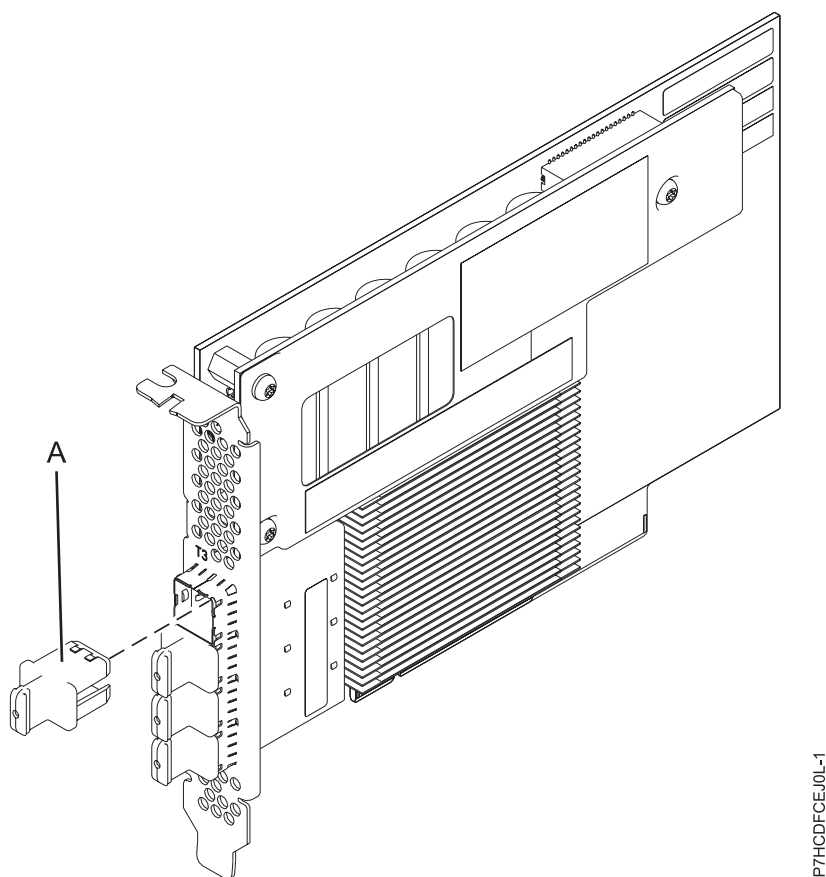

Figura 13. Adaptador PCIe3 12 GB Caché RAID SAS 6 Gb
la Figura 13 muestra el adaptador PCIe3 12 GB Caché RAID SAS cuatripuerto 6 Gb. El conector (A) está instalado en un puerto vacío y evita daños en dicho puerto cuando se conecta o retira un cable de los conectores de puerto adyacentes.
El FC EJ0L es un adaptador corto de altura completa y anchura simple. La Figura 13 muestra el adaptador FC EJ0L. Cada FC EJ0L necesita otro adaptador FC EJ0L situado en este servidor o en otro